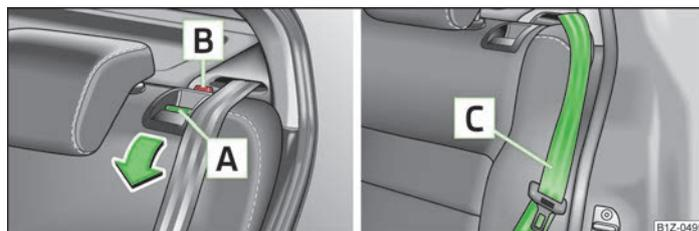

Fig. 46 Desbloquear el respaldo/bloquear el respaldo
- Presionando el botón de seguridad **A** » fig. 46 se desbloquea el respaldo y se abate completamente hacia delante.
- Poner el cinturón de seguridad lateral trasero **C** » fig. 46 detrás del borde del revestimiento lateral.